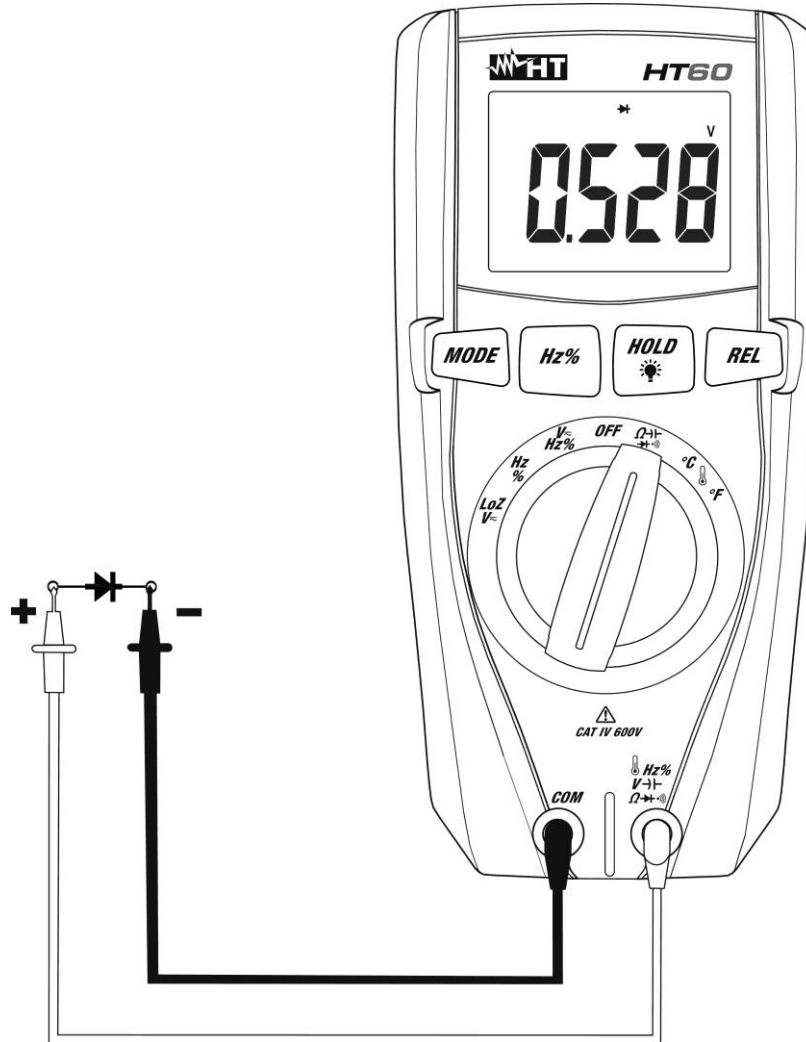

Fig. 6: Utilisation de l'instrument pour le test des diodes
4. Positionner les embouts aux extrémités de la diode sous test en respectant les polarités indiquées (voir Fig. 6). La valeur de la tension de seuil en polarisation directe est affichée à l'écran.
6. Si l'instrument affiche le message "O.L." les bornes de la diode sont inversées par rapport à ce qui est indiqué dans Fig. 6 ou bien la jonction P-N de la diode est endommagée